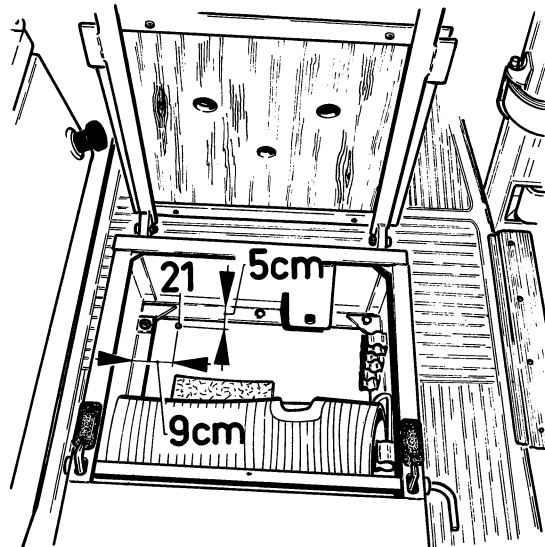

Fig. 5.
2. Klap de stoel voor de bijrijder naar voren en sla de rubber vloermat, in de opbergbak, terug. Boor op een afstand van ± 5 cm van de voorzijde van de opbergbak en op een afstand van ± 9 cm van de zijkant van de opbergbak, welke het dichtst bij de motortunnel ligt, een gat 21 (Ø 12 mm) (fig. 5).
2. Rabattre le siège du passager et repousser le tapis du bac de rangement. Forer le trou 21 (Ø 12 mm) (fig. 5) à une distance de 5 cm environ de l'avant du vide-poche et à 9 cm environ de la partie latérale du bac de rangement, qui se trouve le plus près du tunnel du moteur.